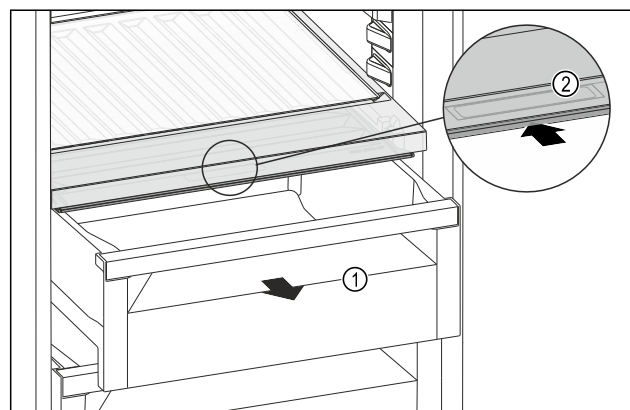

Fig. 193
- Retirer le tiroir Fig. 193 (1).
- Saisir la poignée encastrée Fig. 193 (2) du couvercle du compartiment et pousser le couvercle du compartiment vers l'arrière.